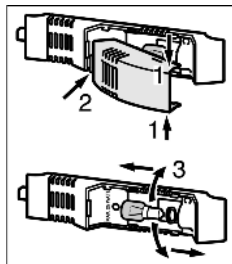

Fig. 16
- ▶ Возьмитесь за крышку лампы сверху и снизу Fig. 16 (1).
- ▶ Выведите крышку лампы сзади из зацепления и снимите Fig. 16 (2).
- ▶ Замените лампу Fig. 16 (3).